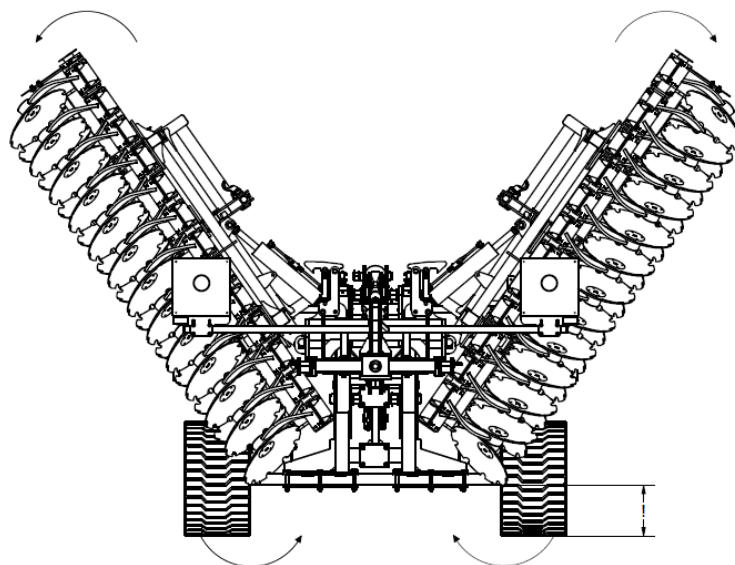

Fig. 7 Étapes du dépliage de la machine : la machine s'ouvre, les extrémités des bras latéraux sont à une hauteur convenable.
4. Lors du dépliage des bras, faire attention à la hauteur des bras et s'assurer que ses extrémités ne frapperont pas au sol (fig. 7).